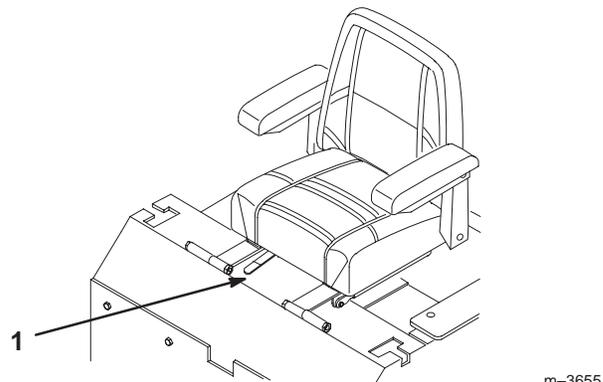

Bild 27
1. Bewegen Sie den Hebel zum Entriegeln des Sitzes zur Seite (Bild 27).